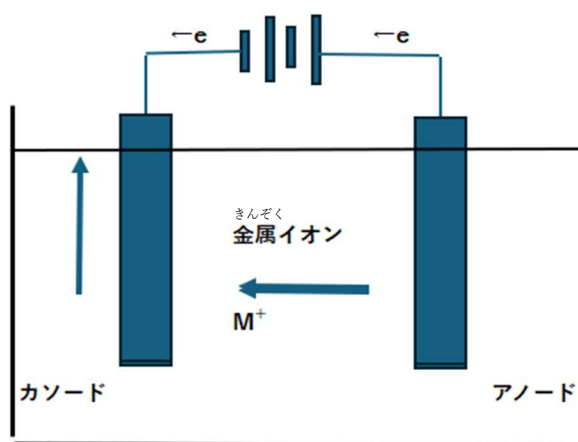

図8-5 電気分解イメージ
- 電解質水溶液や熔融塩などに直流電流を流すと、電極間で化学反応が起こります。物質が分解されたり、新しい物質が生成されたりします（図8-5）。